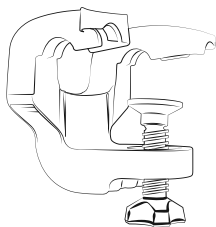

Рис. 2. Скоба крепления к столу
- Установите устройство на ровной поверхности (например, столе) на 5 присосок. Если необходимо, прикрепите его к столу с помощью скобы (рис. 2).